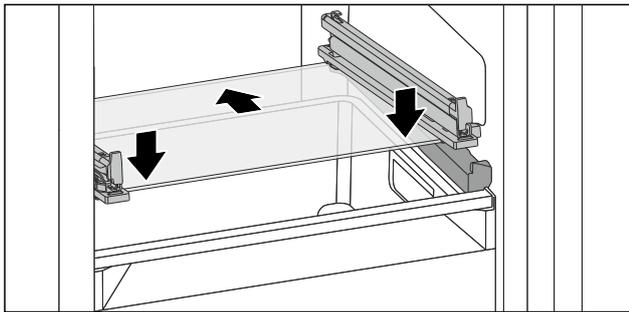

Fig. 71 可倾斜抽屉的玻璃隔板
- ▶ 将玻璃隔板斜放在止动器后面。(参见 Fig. 71)